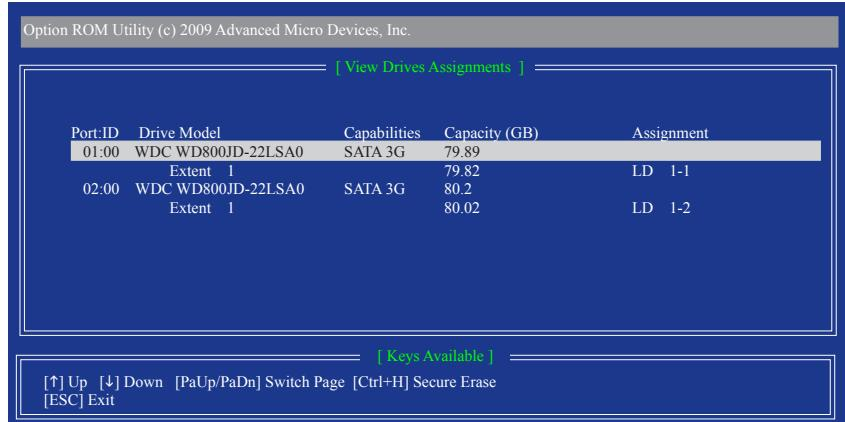

図 9
- View LD Definition Menu が表示され(図9を参照)、このアレイに割り当てられたドライブを示します。中断するアレイまたは保管キーを削除する場合、<Ctrl>+<Y>を押します。